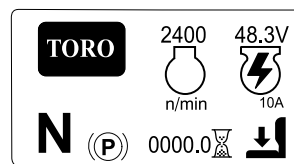

Figure 20
- **Écran d'information principal** (Figure 20) : il affiche les données actuelles de la machine quand la clé est à la position CONTACT.